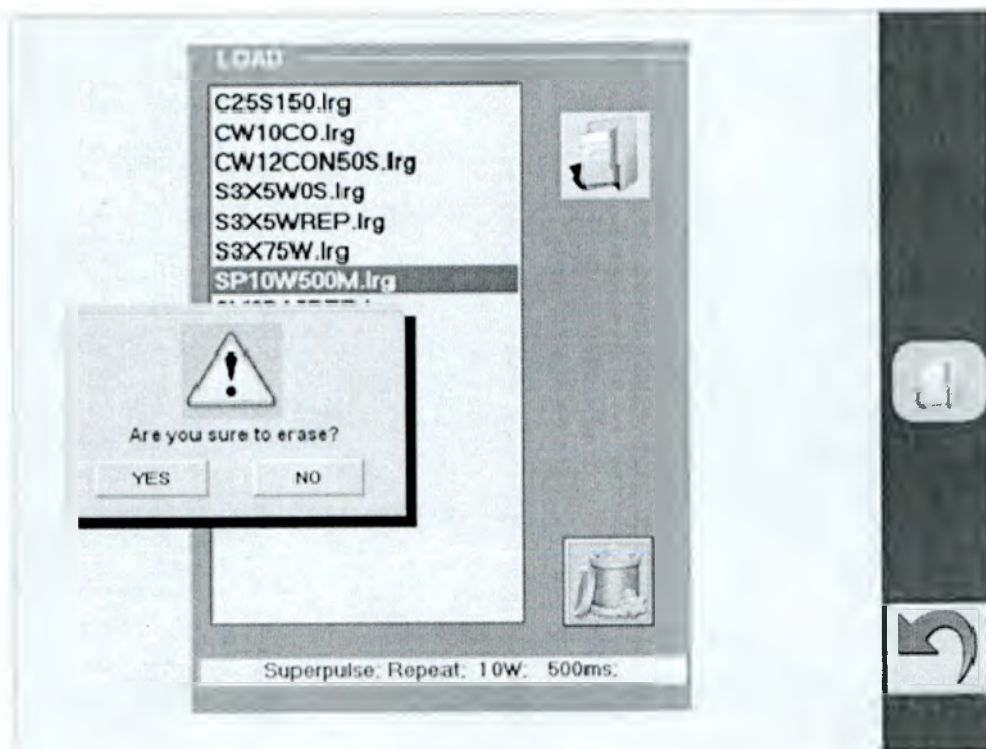

Рис. 55. Удаление файла.
- Нажмите кнопку «Корзина», и появится подтверждение запроса на удаление выбранного файла. Нажмите кнопку “YES” (Да), чтобы удалить файл (рис. 55).